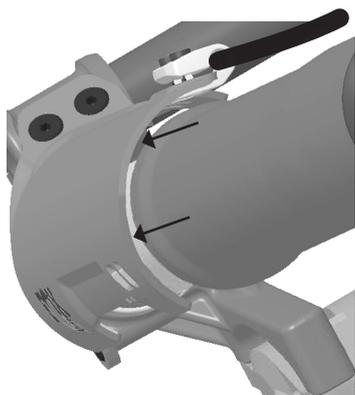
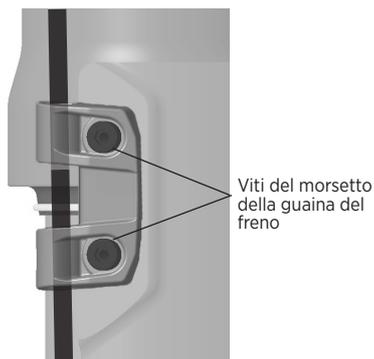

Figura 10: Spazio uniforme all'interno del parastelo per evitare sfregamenti (vista dall'alto)
Figura 11: Serraggio delle viti del morsetto della guaina del freno
6. Infine, controllare che la guaina del freno e il morsetto siano quindi in una posizione che consenta uno spazio uniforme lungo tutto il lato interno del parastelo, onde evitare sfregamenti o attrito (Figura 10). Utilizzare una punta esagonale da 2,5 mm e una chiave dinamometrica per serrare le due viti del morsetto del tubo flessibile del freno a $0,9 \text{ N}\cdot\text{m}$ (8 in-lb). (Vedere la Figura 11).